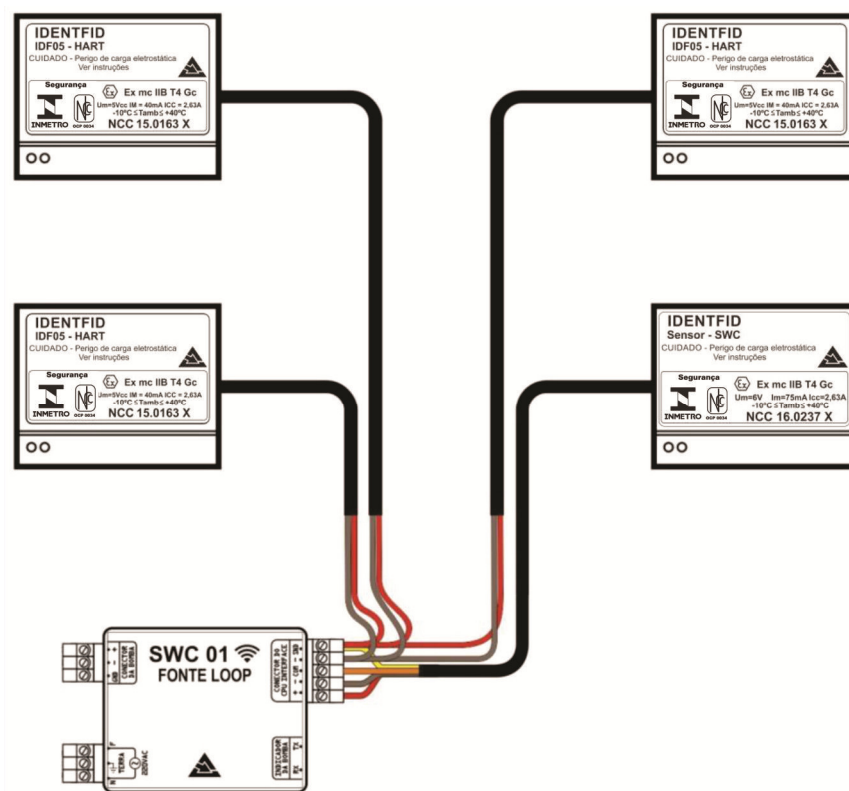

Figura 23 – Ligações SWC01 CPU Master com IDF05 Sensor Hart
- O(s) IDF05 Sensor Hart devem ser conectados ao SWC01 Fonte (No conector que possui serigrafia "Conector do CPU Interface"), juntamente com o SWC01 CPU Master conforme Figura 23 – Ligações SWC01 CPU Master com .